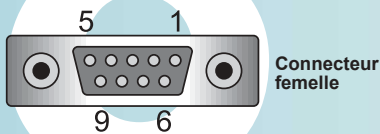

Fig. 18
■ L'onduleur SunEzy est équipé en série d'une interface RS232, permettant l'accès aux données de l'onduleur à partir d'un PC via le logiciel SunEzy Control fourni. Cette liaison est accessible en retirant le cache RS232 sur la face inférieure de l'appareil. Il s'agit d'une prise DB9 (Fig. 18), dont la définition des broches est spécifiée sur le tableau ci-contre.